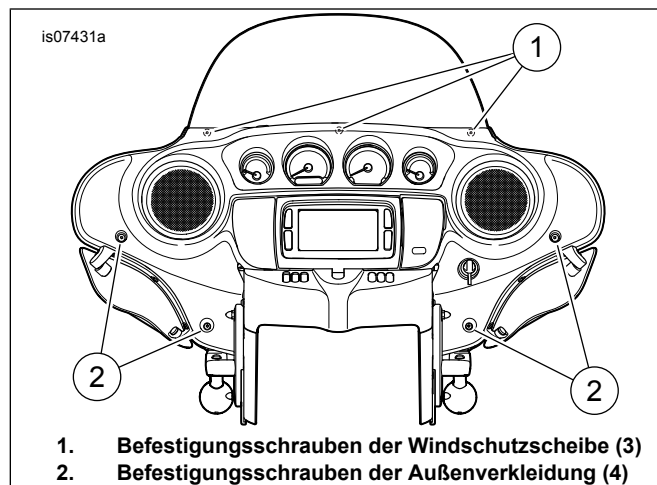
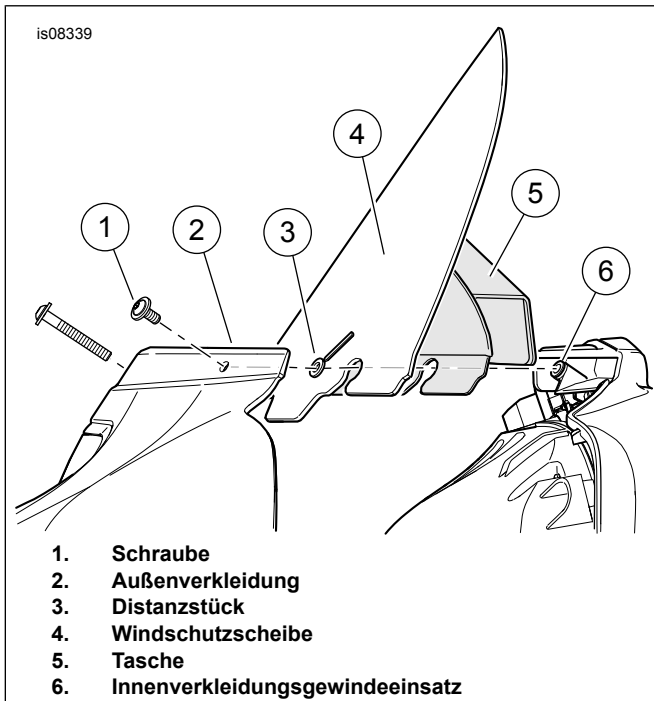

Abbildung 1. Verkleidungs-/Windschutzscheibenschrauben
Abbildung 2. Einbauposition des Distanzstücks
1. Siehe Abbildung 1. Die drei Schrauben (1), mit denen die Windschutzscheibe an der Oberseite der Außenverkleidung befestigt ist, entfernen.
6. Siehe Abbildung 2. Drei Distanzstücke (3) aus dem Satz nehmen (das vierte Distanzstück dient als Ersatzteil).
- b. Die Schraube (1) durch die Außenverkleidung (2), das Distanzstück (3), die Windschutzscheibe (4) und die Verkleidungstasche (5) einsetzen. Die Schraube in den Gewindeeinsatz der Innenverkleidung (6) eindrehen, jedoch nicht komplett anziehen.
8. Siehe Abbildung 1. Die drei Windschutzscheibenschrauben (1) auf folgendes Drehmoment anziehen: 2,8–3,4 N·m (25–30 in-lbs).